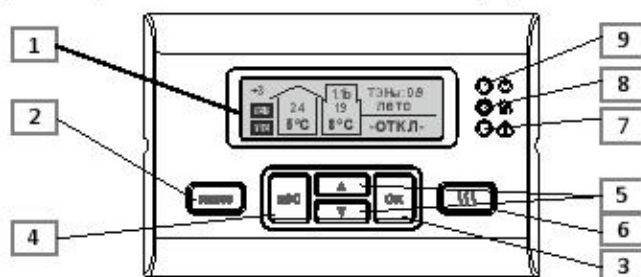

Рисунок 5
4.6 На рис. 5 отражены основные элементы блока управления.